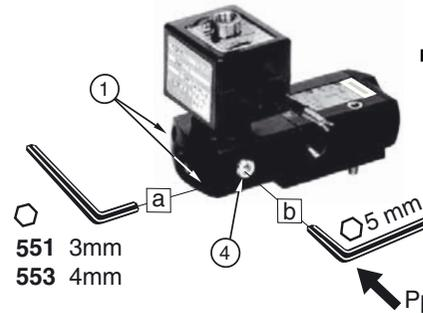

Fig. A1
- Unscrew and remove the two screws (1) from the pilot end cover with a 3 mm hex key (551) or 4 mm hex key (553) (fig. A1).
- 551 - Flip selector seal (2) and position it so that blanked position (3) is orientated as shown in fig. B.
- Using a 5 mm hex key, unscrew and remove protective plug (4) (Fig. A1-A2)
- Connect to 2-10bar external pilot pressure supply (Pp) (Fig. A1-A3)
N.B. To re-configure for internal pressure supply, proceed as above, taking care to correctly position the selector seals for internal pressure supply, disconnect the supply connection(s), reinstall the 1/8" plugs (4), make leaktight with Loctite 542 (max. torque load 6N.m).
- Desserrer et enlever les 2 vis (1) de l'embout commande avec une clé 6 pans de 3 mm (551) ou de 4 mm (553) (fig.A1)
- 551- Retourner le joint de sélection (2) et le positionner en respectant la position de l'oreillette obturée (3) voir fig.B
- Dévisser et enlever le bouchon protecteur (4) avec une clé 6 pans de 5 mm (fig.A1-A2)
- Raccorder l'alimentation externe de pilotage (Pp) (fig.A1-A3). Pression d'alimentation du pilotage : 2 à 10 bar
1. Lösen und entfernen Sie die beiden Schrauben (1) auf der Endplatte an der Ansteuerseite mit einem Sechskantschlüssel SW 3 mm (551) oder 4 mm (553) (**Abb. A1**).
2. **551** - Drehen Sie die Wechseldichtung (2) um und positionieren Sie sie unter Beachtung der mit einer Lasche abzudeckenden Öffnung (3) wie in **Abb. B** angegeben.
1. Schrauben Sie den Schutzstopfen (4) mit einem Sechskantschlüssel SW 5 mm ab (**Abb. A1-A2**).
2. Schließen Sie die externe Vorsteuerdruckluft (Pp) an (**Abb. A1-A3**). Vorsteuerdruck: 2 bis 10 bar.